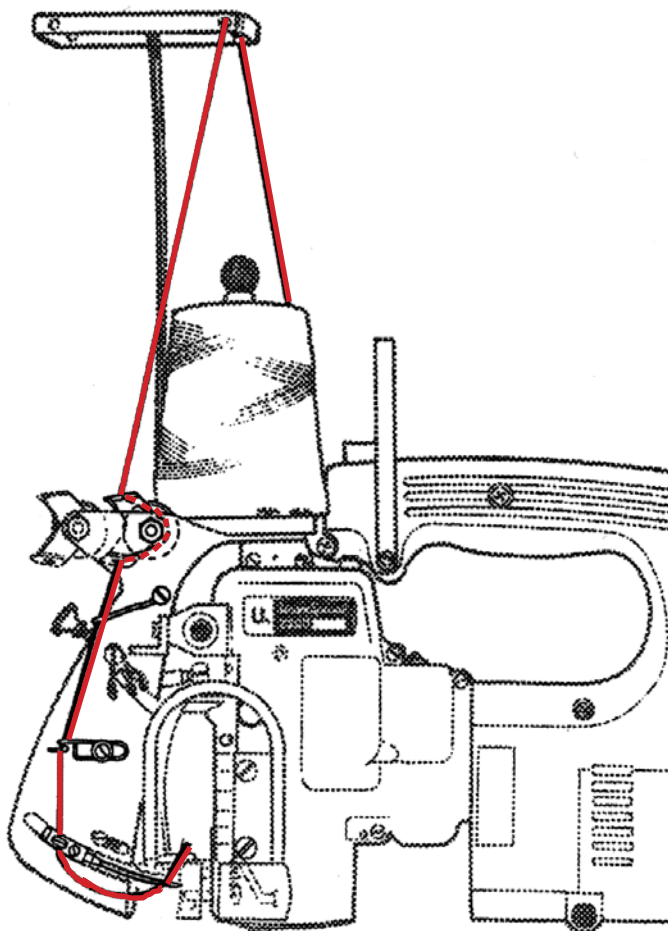

Fig. 4
Prüfen Sie die Einfädelung der Maschine. Beachten Sie die Einfädelungsanleitung Fig. 4, Seite 18, und den Abschnitt „EINFÄDELN“, Seite 17.
Thread the machine as shown in Fig. 4.
To thread the looper (double locked stitch machines only) open the hinged cover (A, Fig. 4) and turn the motor handwheel in operating direction until the needle is in its lowest dead center below the throatplate
The tension (L, Figs. 4 and 13) controls the looper thread and the tension (N) controls the needle thread. Only a slight tension should be applied on the looper thread. The tension applied on the needle thread depends on the size of the thread and the thickness of the fabric to be sewn and has to be regulated till the machine sews and chains off perfectly.
The presser foot pressure is regulated by the knurled regulating screw (B, Fig. 4).
Fädeln Sie die Maschine wie in Fig. 4 gezeigt ein.
Zum Einfädeln des Greifers (nur bei Doppelkettenstichmaschinen) öffnen Sie die Verschlussklappe (A, Fig. 4) und drehen am Motor-Handrad in Drehrichtung bis die Nadel ihren unteren Totpunkt unter der Stichplatte erreicht hat.
Die Spannung (L, Fig. 4 und 13) reguliert den Greiferfaden und die Spannung (N) den Nadelfaden. Der Greiferfaden soll nur leicht gespannt sein. Die Nadelfadenspannung wird je nach Stärke des Fadens und der Dicke des Nähguts eingestellt, damit die Maschine einwandfrei näht und kettelt.
Der Drückfußdruck wird mit der gerändelten Stellschraube (B, Fig. 4) reguliert.
Loosen screw (D, Fig. 4) of the needle head and draw out the needle. Insert the shank of the new needle as far as it will go into the needle seat and with the flat of the shank facing to the front.
Lösen Sie die Schraube (D, Fig. 4) im Nadelkopf und ziehen Sie die Nadel heraus. Stecken Sie den Kolben der neuen Nadel bis zum Anschlag in den Nadelsitz und mit der Fläche am Kolben nach vorne.